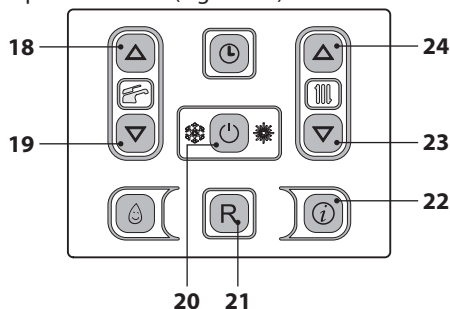
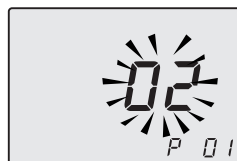
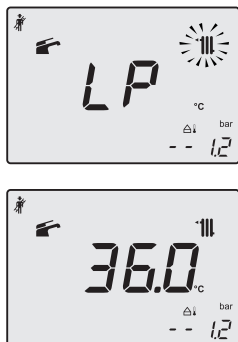

Figura 7.2
Figura 7.3
Figura 7.7
- Entrare in "modalità programmazione" premendo contemporaneamente per 10 secondi i tasti 20 - 23 - 24 (Figura 7.2) fino a far apparire sul display LCD le lettere **P01** e il valore del parametro, indicanti l'entrata nel "parametro 01" (Figura 7.3).
- Premere contemporaneamente i tasti 23 e 24 (Figura 7.2) per entrare nella funzione "spazzacamino attivo alla potenza minima in sanitario". Sul display appare **LP** alternato
- Utilizzare i tasti 23 o 24 (Figura 7.2) fino a
- Premere il tasto 23 (Figura 7.2) fino a portarsi allo stato **LP** (spazzacamino attivo in minimo sanitario) sul display appare **LP** alternato alla temperatura dello scambiatore primario caldaia. (Figura 7.7).
- Spegner la caldaia tenendo premuto per 2 secondi il tasto 20 (Figura 7.2) fino a far apparire sul display LCD il simbolo - - - - (Figura 7.8).